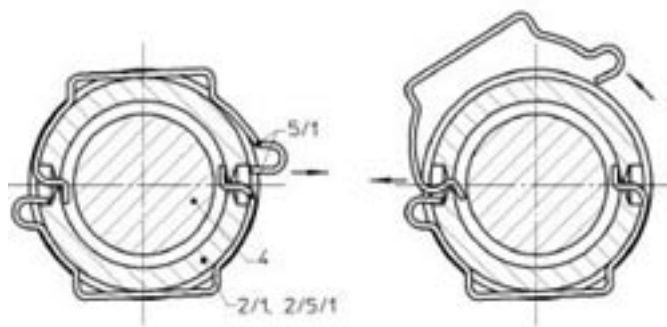

Figure 7
- Retirer la sécurité du clapet (5/1) (voir fig. 7).
- Sortir le clapet (4) de la cloche de levée (2/1 ; 2/5/1).
- Les portées d'étanchéité du clapet (4) et de la buse (1/2) sont disponibles.
- Remove the disc retainer (5/1) (s. figure 7).
- Take the disc (4) out of the lifting bell (2/1 ; 2/5/1).
- The sealing faces at the disc (4) and the nozzle (1/2) are free.
- Dévisser la vis de réglage (2/15/2) dans le sens contraire des aiguilles d'une montre jusqu'à percevoir la détente du ressort (10).
- Retirer la sécurité du clapet (5/1) (figure 7).
- Unscrew the adjusting screw (2/15/2) counter clockwise until a sensible relieving by the spring (10) is stated.
- Disassemble the disc retainer (5/1) (see fig. 7).